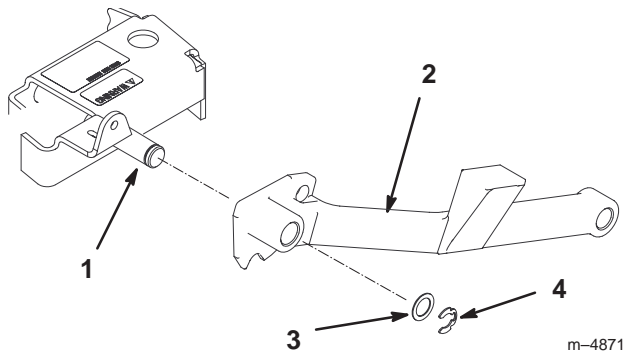

Figure 75
3. Enlevez la bague de retenue et la rondelle plate qui fixent le bras de poussée au carter de tondeuse (Fig. 75).
6. Montez le bras sur la goupille du bâti porteur et fixez-le en position à l'aide d'une rondelle plate (1-1/2 pouce) et de la bague de retenue (Fig. 75).